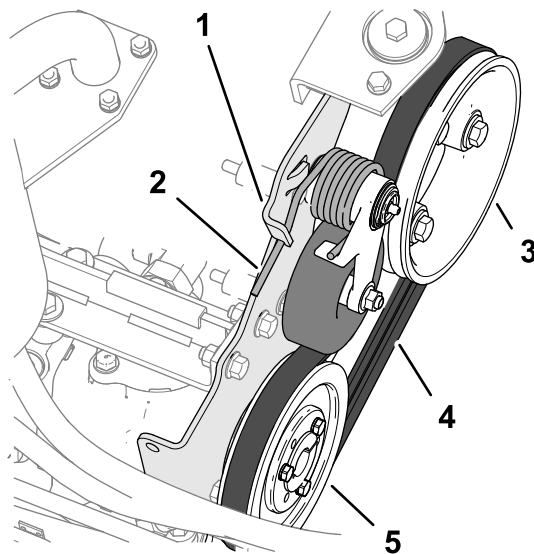

図 90
2. springの端を押し下げてポンプマウントのタブのノッチから外し、前方に移動させる **図 90**。